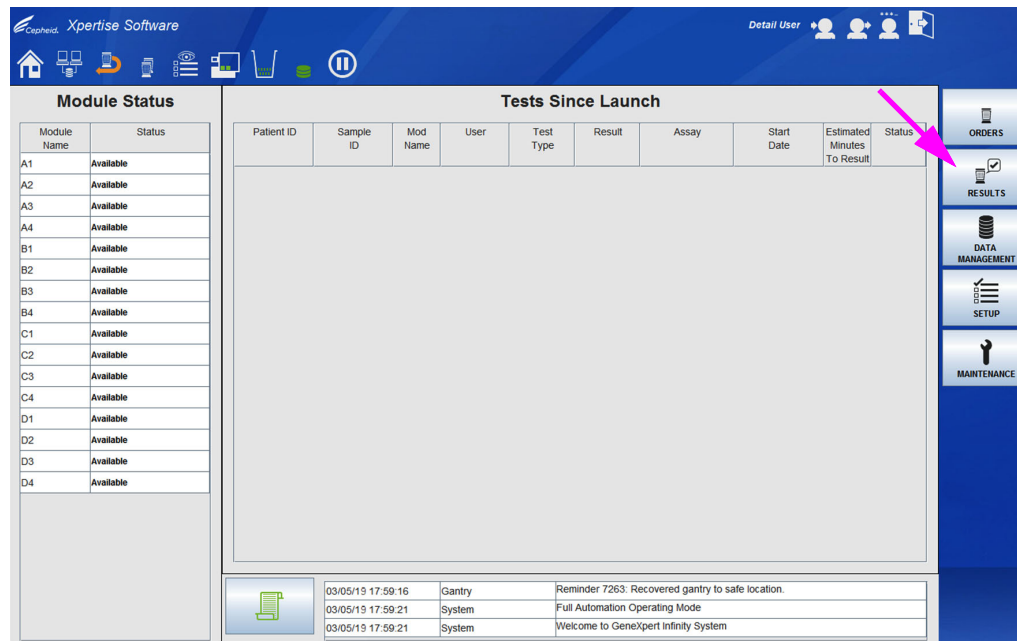
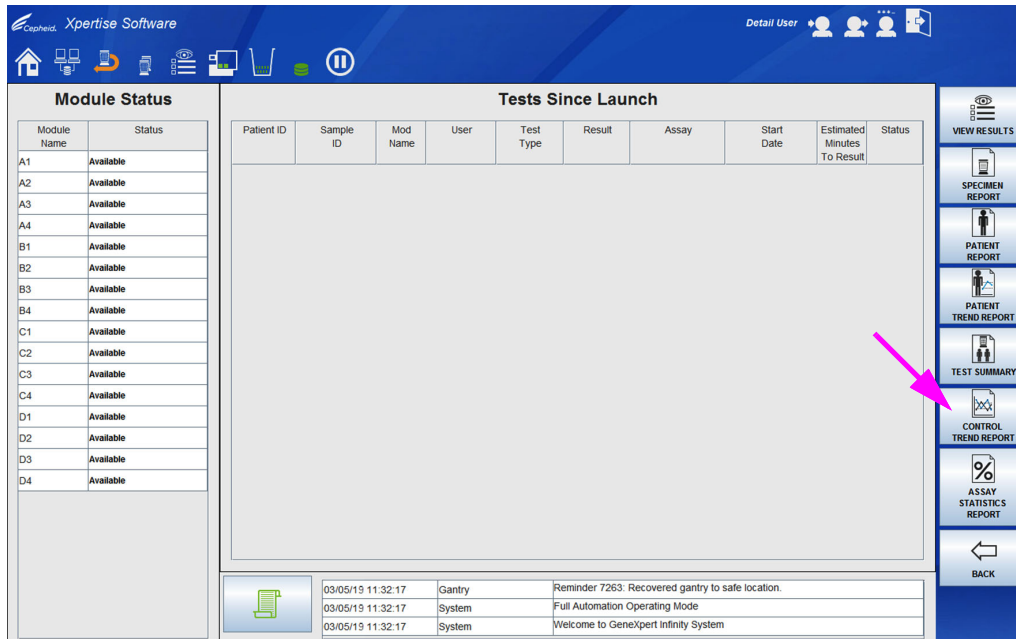
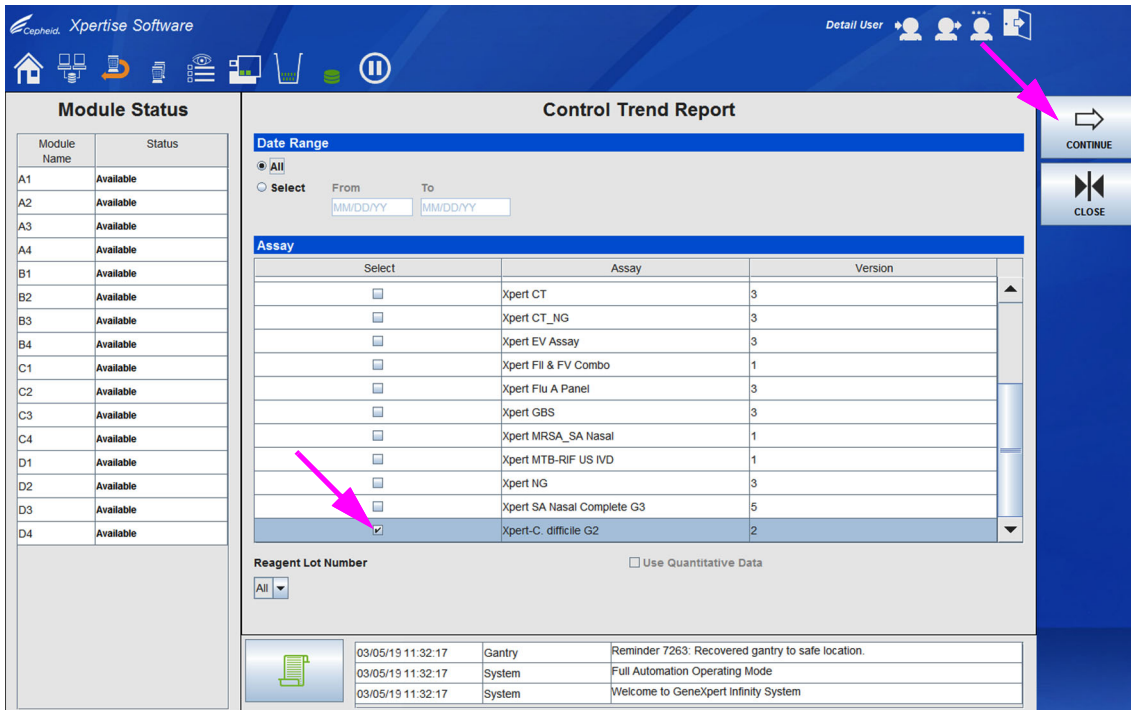
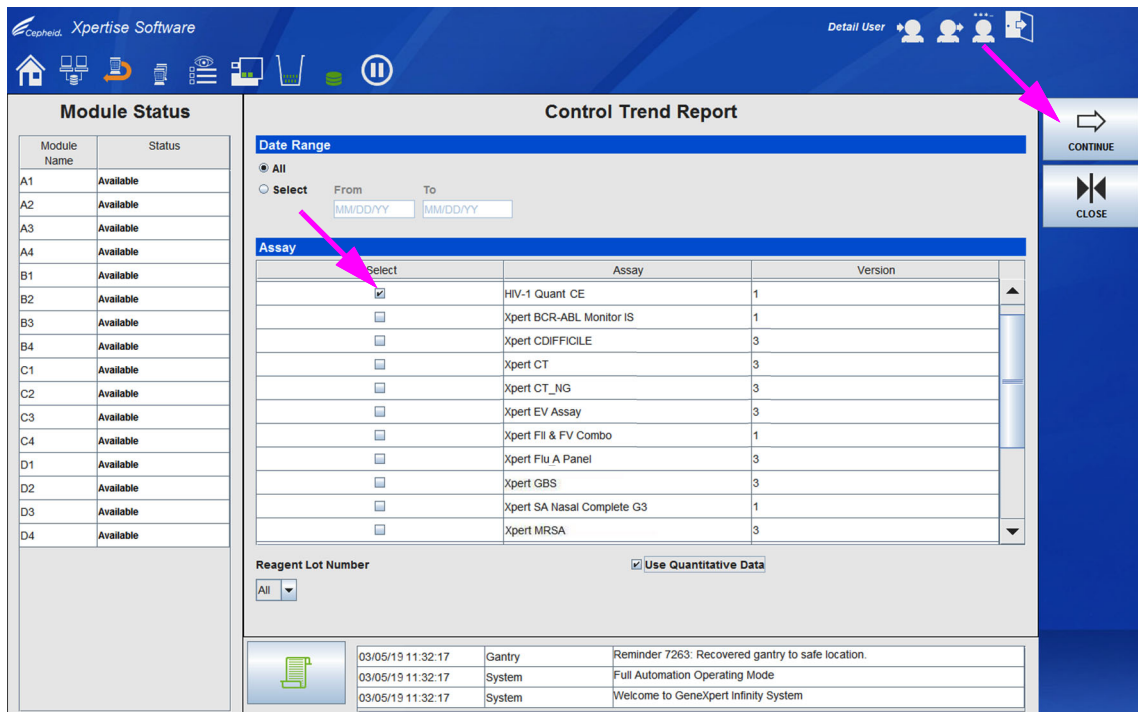

図 6-1. Xpertise Software ホームワークスペース
図 6-2. 結果メニュー
図 6-3. コントロールトレンドレポートワークスペース、選択された定性アッセイを表示
図 6-5. コントロールトレンドレポートワークスペース、選択された定量アッセイを表示
1. Xpertise Software ホームワークスペースで、**結果 (RESULTS)** ボタンを押します (図 6-1 を参照)。結果 (Results) メニューが表示されます。図 6-2 を参照。
2. **コントロールトレンドレポート (CONTROL TREND REPORT)** ボタンを押します (図 6-2 を参照)。コントロールトレンドレポート (Control Trend Report) ワークスペースが表示されます。定性アッセイの選択については 図 6-3 を、定量アッセイの選択については 図 6-5 を参照してください。
4. アッセイを選択して、コントロールトレンドレポートを作成します。定性アッセイの選択については 図 6-3 を、定量アッセイの選択については 図 6-5 を参照してください。
5. 該当する場合は、**定量データを使用 (Use Quantitative Data)** チェックボックスを選択します。選択したアッセイが定性アッセイの場合、**定量データを使用 (Use Quantitative Data)** チェックボックスはグレー表示されます (図 6-3 を参照)。選択したアッセイが定量アッセイの場合、**定量データを使用 (Use Quantitative Data)** チェックボックスが利用可能になります (図 6-5 を参照)。**定量データを使用する (Use Quantitative Data)** チェックボックスに?マークを入れ、定量データを使用したコントロールトレンドレポートを作成します。